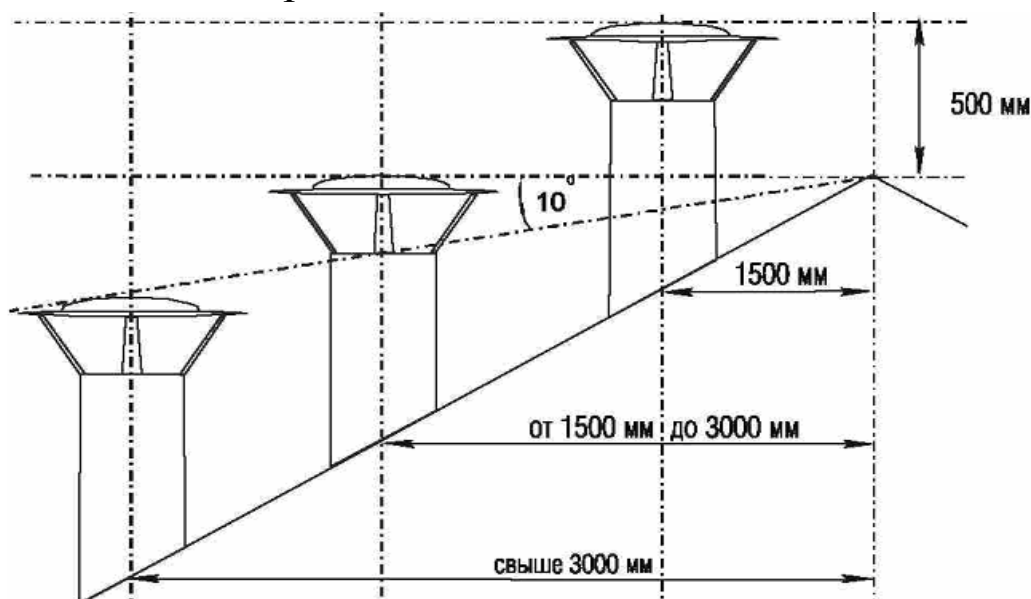

Рис.6.Определение высоты наружной части дымовой трубы.
6.8 Возвышение дымовых труб над кровлей следует принимать:(см. рис. 6):
7.18. В соответствии с вышеперечисленными требованиями к дымоотводящим каналам и (рис.6) Настоящего Руководства, определить высоту дымохода, гарантирующую стабильность тяги. Закончить сборку, установив последний сэндвич, а на него зонт-оголовок.